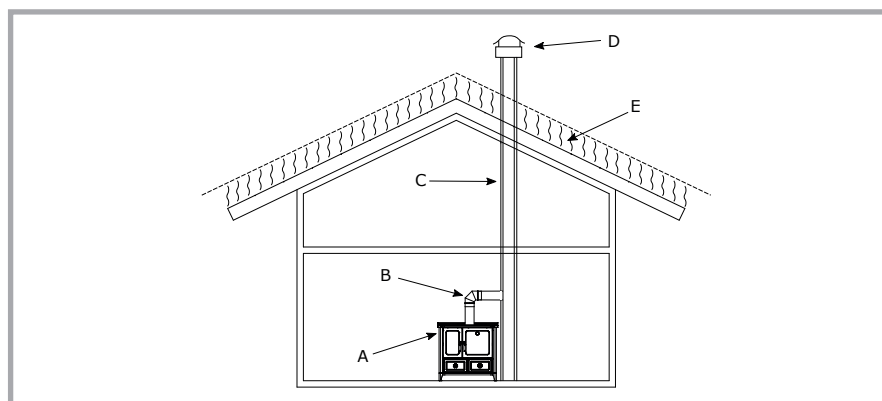

Abb. 4 - Teile des Kamins A = Holzherd, B = Rauchrohrstutzen, C = Rauchabzug, D = Schornstein, E = Windfangbereich
Der Schornstein muss, unter Berücksichtigung der allgemeinen Umgebungs- und Umweltbedingungen, für den Anschluss des ausgewählten Holzherdes geeignet sein. Sein Querschnitt muss so dimensioniert sein, dass der Rauch ohne Schwierigkeiten aus dem Herd abziehen kann. Bei Überdimensionierung würde sich der Schornstein nicht schnell genug erwärmen, was Kondenswasserbildung sowie schlechten Rauchzug zur Folge haben könnte. In Tabelle 1 ist der empfohlene Durchmesser für den Rauchabzug, je nach Holzherd-Modell und Höhe des Schornsteins (H) angeführt. Die Höhe des Schornsteins muss so bemessen sein, dass ein optimaler Rauchabzug für das ausgewählte Herdmodell garantiert wird. Je höher der Schornstein, desto besser ist der Rauchzug. Bei einer Schornsteinhöhe unter 4 Metern ist ein einwandfreier Betrieb des Herdes nicht gewährleistet. Abgasrohre dürfen keine gewundenen oder waagrechten Abschnitte aufweisen und müssen immer mit Steigung zum Schornstein hin, montiert werden; die Anzahl der Rohrbögen ist auf ein Minimum zu beschränken. Abb. 4 zeigt einige Beispiele für die richtige und falsche Ausführung des Rauchabzugs.